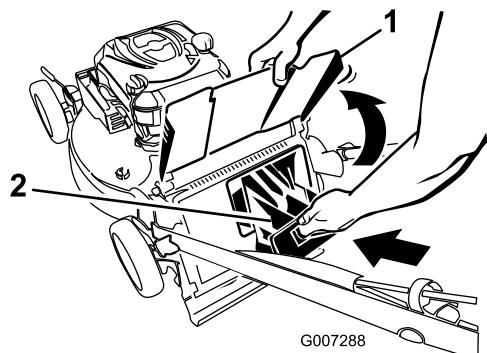

Figure 31
**Important:** Vérifiez que l'obturateur de l'éjecteur arrière est verrouillé en place. Pour verrouiller l'obturateur : relevez le déflecteur d'éjection (Figure 31), appuyez fermement sur l'obturateur jusqu'à ce qu'il s'enclenche en position derrière les